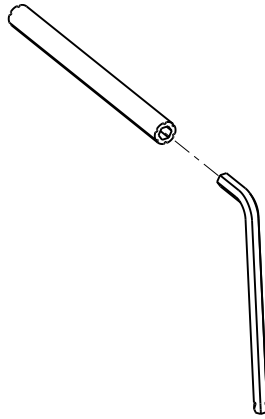

Abbildung 18 – Sechskantschlüssel und Ausbauwerkzeug-Verlängerung
2. Den Sechskantschlüssel und die Ausbauwerkzeug-Verlängerung aus der mittleren Abdeckungsbaugruppe nehmen (Abbildung 18).